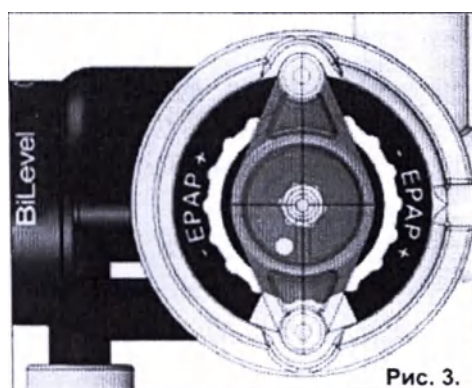

Рис. 3.
- б. Для снижения положительного давления в дыхательных путях на выдохе поворачивайте регулятор переключателя ЕРАР против часовой стрелки. Для повышения положительного давления в дыхательных путях на выдохе поворачивайте регулятор ЕРАР по часовой стрелке. (см. рис. 3).